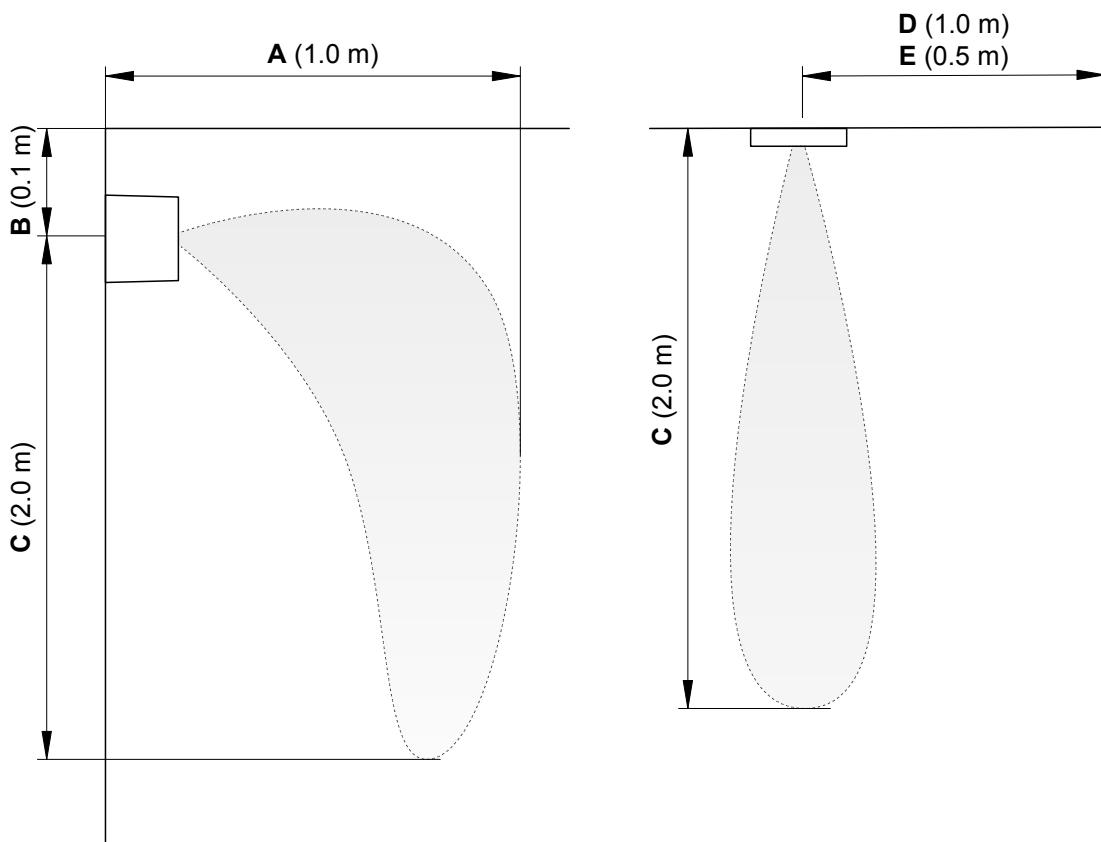

Abb. 15: Einzuhaltende Minimalabstände bei der Platzierung der Sprühköpfe
- Die Sprühköpfe sind so zu platzieren, dass sich der Nebel frei im Raum verteilen kann und nicht gegen Hindernisse, wie Säulen, Mobiliar, kalte Außenwände, Fensterflächen, etc. gerichtet ist, an denen die feuchte Luft kondensieren könnte. Die einzuhaltenden Minimalabstände sind nachfolgend aufgeführt und in der Abb. 15 ersichtlich.